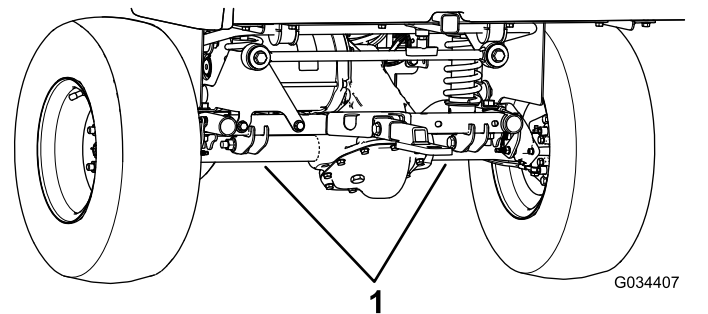

Figure 23
- Le point de levage arrière est situé sous les tubes d'essieu (Figure 23).